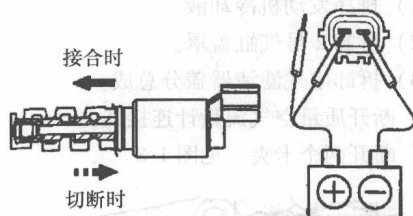

图1-7 移动检查
(2) 移动检查,见图1-7。将蓄电池正极(+)引线连接至端子1,负极(-)引线连接至端子2,并检查阀的运动情况。